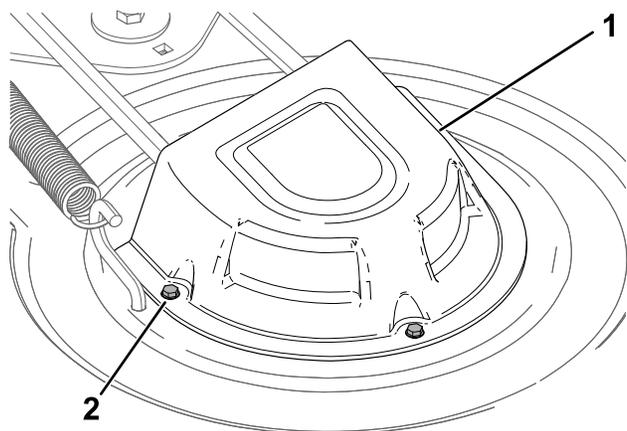

Рисунок 55
5. Ослабьте винты и снимите крышки шкивов (Рисунок 55).